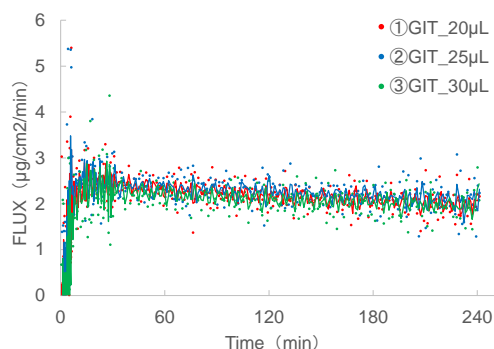

図 2 FLUX
アクセプターにおける 240 分時点での溶液濃度を GIT 滴下量で比較すると②25 μ L > ①20 μ L > ③30 μ L の順で濃度が高い結果となった。しかし、最大値と最小値の差はわずか 3 μ g/mL と誤差程度であり、FLUX への影響は非常に少ないと考えられた。式 (1) を用いて計算した、各 GIT 滴下量における FLUX の結果を図 2 に示す。